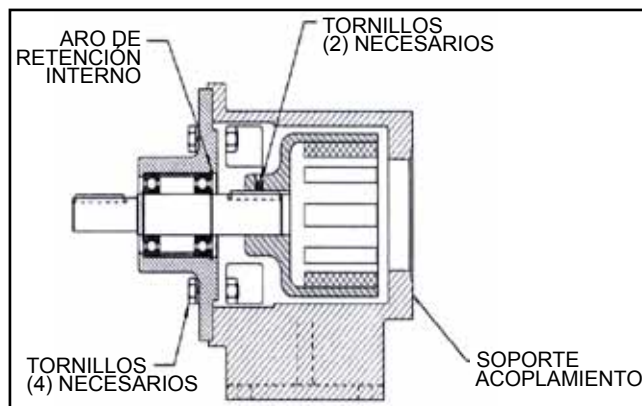

FIGURA 18
5. Deberá poder inspeccionar, de forma visual, los imanes exteriores desde el extremo del soporte. Si necesita sacarlos, en primer lugar retire los (4) tornillos (Ver Figura 18) y separe el soporte del motor o del porta cojinete. Afloje los tornillos del eje del motor (o del porta cojinete) y tire hacia afuera el montaje del sistema magnético exterior. Si la unidad tiene porta cojinete, los cojinetes no requieren mantenimiento dado que están sellados. Si fuese necesario, desmonte retirando el único aro de retención interno (Ver Figura 8), luego presione el eje y los cojinetes hacia afuera de la guarnición. Retire los aros de retención externos del eje para sacar los cojinetes.